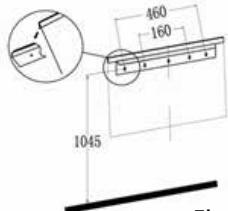

Fig. 4
- For optimal visning, merk de fire toppskruenes festeposisjon på veggen i henhold til anbefalt festedimensjoner - se fig.4.
- Løft varmeren forsiktig opp og pass på at den øverste bakre kanten på varmeren går inn i den lange veggbraketten (se fig.4 i sirkelen) og sitter rett.